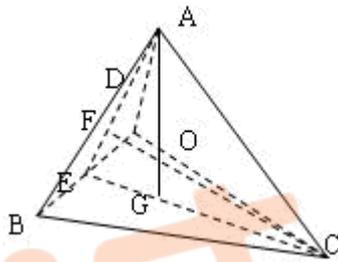

图 2-2 四面体空隙
(1) 计算四面体空隙所能容纳的最大阳离子半径，并与书末附表 Li⁺半径比较，说明此时 O²⁻能否互相接触。
(2) 根据离子半径数据求晶胞参数。
(3) 求 Li₂O 的密度。
解：(1) 如图 2-2 是一个四面体空隙，O 为四面体中心位置。